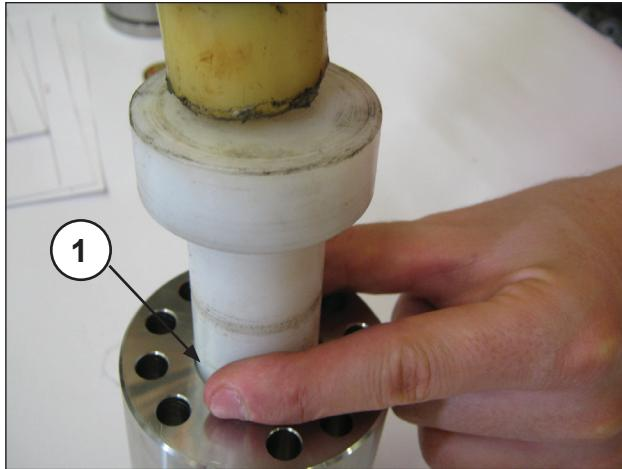

图 122
- 将泵头的环插入H.P. (高压) 密封圈支撑中(①, 图 120)。接着将H.P. (高压) 密封圈组插入；由于密封圈和H.P. (高压) 密封圈支撑之间的轻微干扰，为防止损坏，建议使用塑料缓冲垫(①, 图 121 和图 122)。